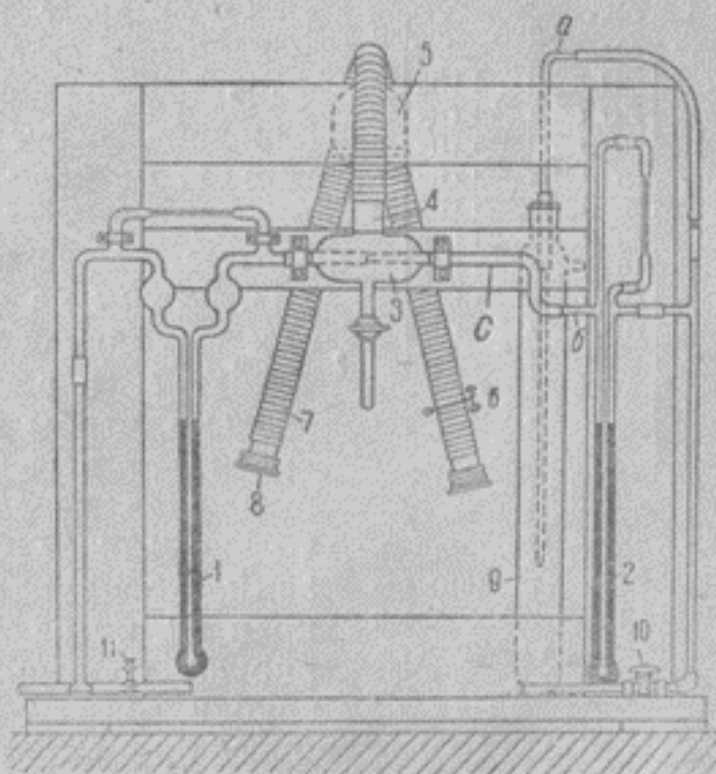
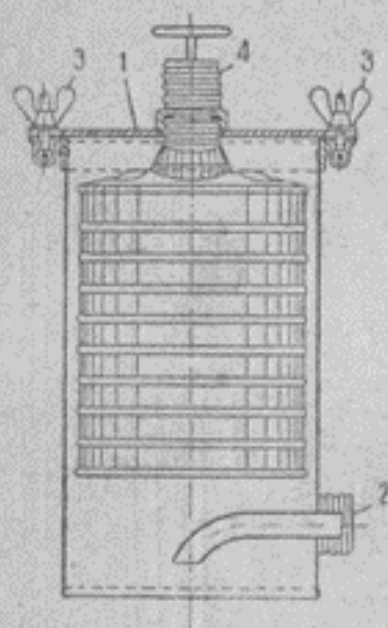

Рис. 21. Динамический прибор для испытания противогазов на мощность по газам и парам.
Рис. 22. Цилиндр к прибору для испытания противогазовых коробок на мощность.
Прибор (рис. 21) состоит из воздушного (1) и газового (2) реометров. Воздух и газ, пройдя реометры 1 и 2, входят в смеситель 3, откуда по трубке 4 подходят к разветвлению тройника 5. Одна ветвь разветвления с зажимом 6 отводится в тягу и служит для выпуска тока газа и воздуха при налаживании прибора. Другая ветвь, имеющая на конце гофрированной трубки 7 накидную гайку 8, привертывается к цилиндру для испытания коробки противогаса (рис. 22).
Цилиндр для испытания коробок (рис. 22) состоит из железного цилиндра, закрывающегося металлической крышкой, с внутренней стороны которой имеется накидная гайка 1. С боковой стороны цилиндра припаяна горловина от коробки противогаза 2, на которую навертывается накидная гайка 6 трубки, идущей от смесителя (рис. 21). Крышка привертывается к цилиндру с помощью барашков 3. Между поверхностью крышки и цилиндра проложено резиновое кольцо для герметичности. Припаянная к крышке горловина 4 от коробки противогаза служит для отвода воздуха к индикатору проскока.
**Порядок испытания.** Испытания противогазов ведут, как уже говорилось, при токе воздуха 30 л/мин. Установка воздушного и газового реометров на требуемые высоты выполняется в следующем порядке (рис. 21).
При установке уровней проверяют концентрацию (как указано ранее), присоединяя поглотительные сосуды к трубке крана на смесителе. Проверив концентрацию, приступают к испытанию противогаза. Отвертывают крышку цилиндра для испытания, ввертывают в накидную гайку испытываемый противогаз и закрывают цилиндр для испытания, крепко завертывая барашки. Присоединяют цилиндр к гофрированной трубке от смесителя, как уже было сказано. На горловину верхней крышки цилиндра навинчивают тройник 5 (рис. 22). Один конец тройника закрывают куском резиновой трубки с винтовым зажимом, к другому концу тройника присоединяется дренсель с раствором для обнару-
живания проскока. Присоединив цилиндр с противоголом к прибору, закрывают зажим 6 на приборе (рис. 21), пуская таким образом смесь воздуха и газа в противоголом.